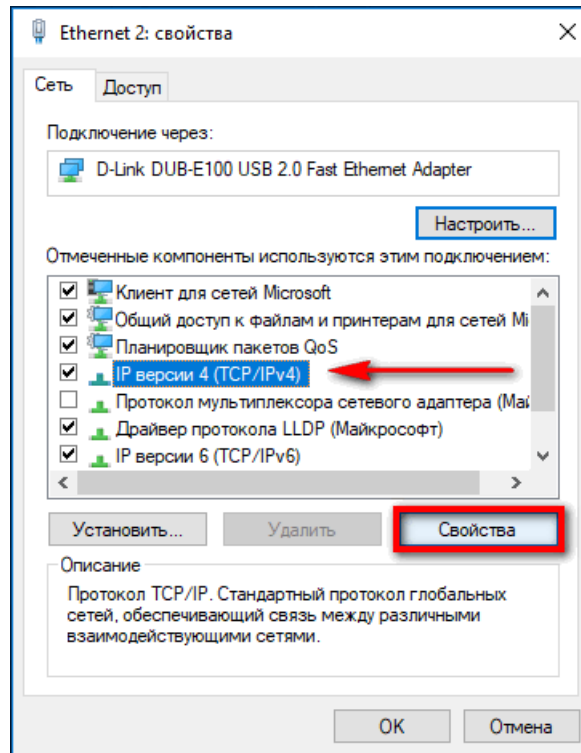

Рис. 3.4 Перейти к свойствам IP версии 4 (TCP/IPv4)
4.4. На вкладке **Сеть** поставьте галочку у пункта **IP версии 4 (TCP/IPv4)**, затем нажмите **Свойства** (рис. 3.4).